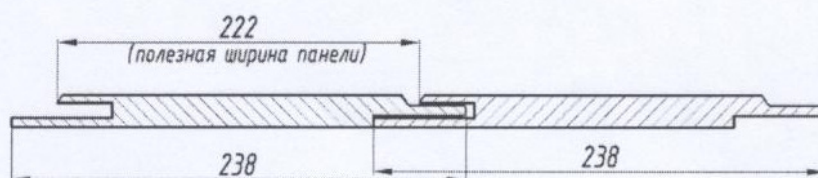

Рис. 1
- При установке *панелей*, монтаж осуществляется в «паз - гребень», при этом её *полезная ширина* составит **222 мм** относительно габаритной ширины - 238 мм. Пояснение данного фактора приведено на рис.1.